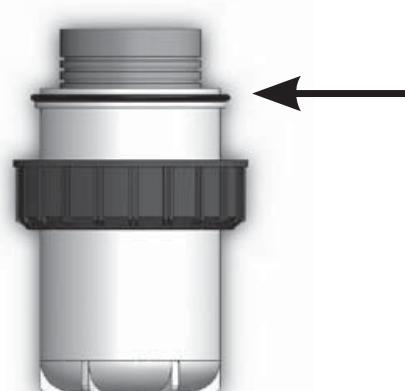

Figura 7 Junta tórica en el cárter
4. Descarte el cartucho usado y, en caso necesario, limpie las carcasa del cárter. Asegúrese de enjuagar a fondo el cárter con agua para retirar cualquier agente de limpieza. Antes de instalar un cartucho nuevo, asegúrese de que las juntas tóricas están fijas en la parte superior del cárter (Consulte Figura 7), y si hay algún daño visible en las juntas tóricas, sustitúyalas (P/N: OR40-50).